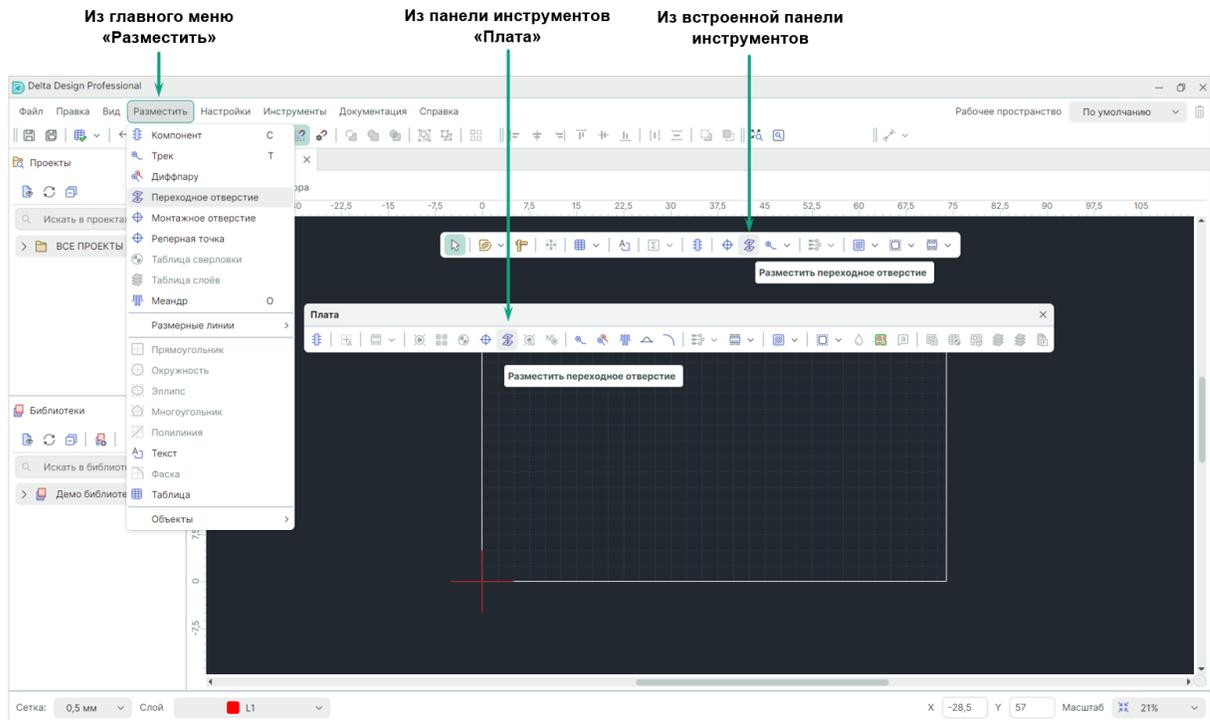

Рис. 177 Вызов инструмента «Разместить переходное отверстие»
1. Вызовите инструмент «Разместить переходное отверстие», который обозначен символом  на панели инструментов «Плата». Также инструмент доступен в разделе «Разместить» главного меню, во встроенной панели редактора и в пункте «Инструменты» в контекстном меню, см. Рис. 177.